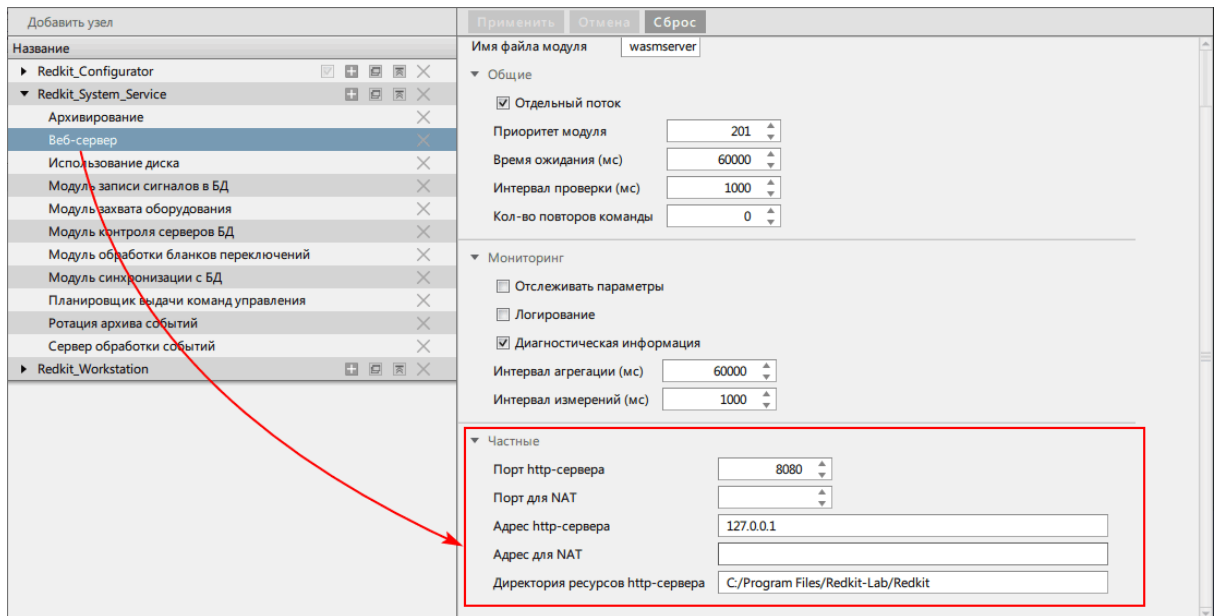

Рисунок 509 - Настройка модуля «Веб-сервер»
6. Нажмите на модуль **Веб-сервер** и справа в настройках **Частные** укажите (Рисунок 509):